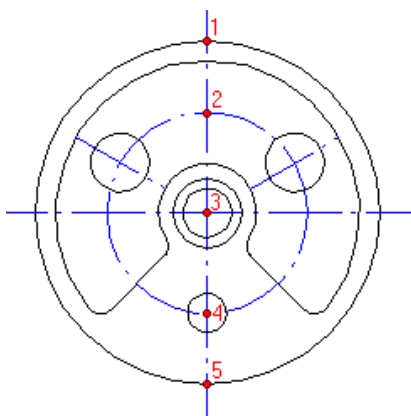

Рисунок 1.11 - Проведення ліній проекційного зв'язку
1. Наведіть курсор до точки 1 (рис. 1.11). Для цього підведіть курсор до цієї точки і одночасно натисніть ліву і середню кнопку миші.